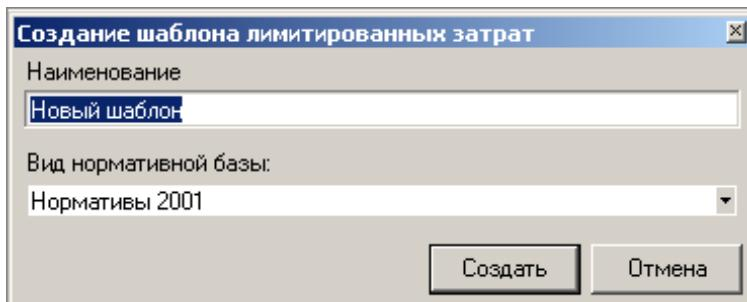

Рис. 1. Создание шаблона лимитированных затрат
В появившемся окне (см. рис. 1) введите название шаблона, выберите вид нормативной базы и нажмите **Создать**.
2. Переместить фокус ввода на колонку со значением итога (в любом уровне цен) и нажать клавишу **<=>**. Комплекс откроет панель редактирования формул. Для запуска мастера формул необходимо нажать кнопку **f\*** - **Вставка функции** (см. рис. 1).